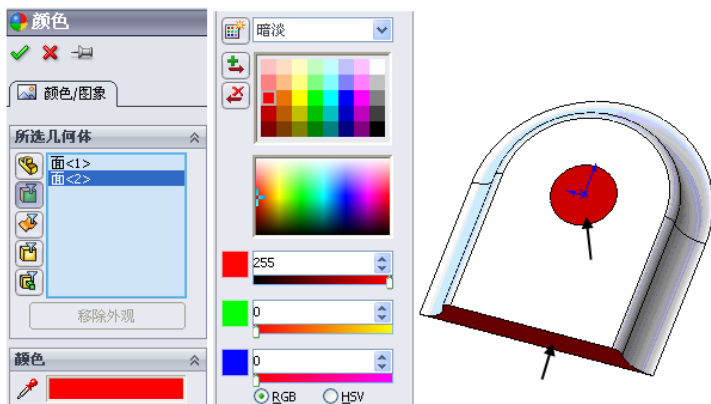

图 10-102 更改成形工具表面颜色
⑪ 更改成形工具切穿部位的颜色。在使用成形工具时，如果遇到成形工具中红色的表面，软件系统将对钣金零件作切穿处理。所以，在生成成形工具时，需要切穿的部位要将其颜色更改为红色。拾取成形工具的两个表面，单击“标准”工具栏中的“编辑颜色”图标，弹出“颜色”属性管理器，选择“红色”RGB 标准颜色，即 R=255，G=0，B=0，其他设置默认，如图 10-102 所示，单击“确定”图标.